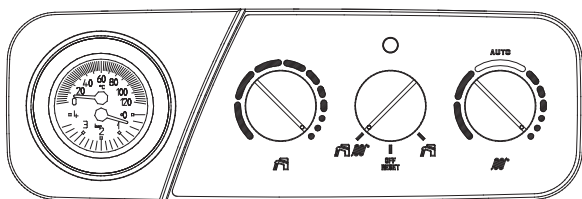

Fig. 6.1
- colocar el selector de función en la posición  (invierno) (fig. 6.1)
- leve o seleccionador de função (1) na posição  (inverno) (fig. 6.1)